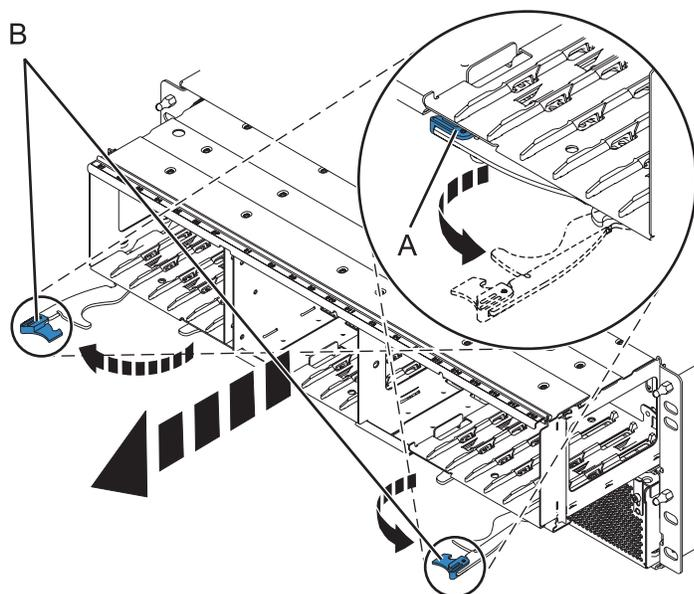

Figura 94. Extracción de la placa posterior del alojamiento
6. Extraiga la placa posterior según se muestra en Figura 94 en la página 136.